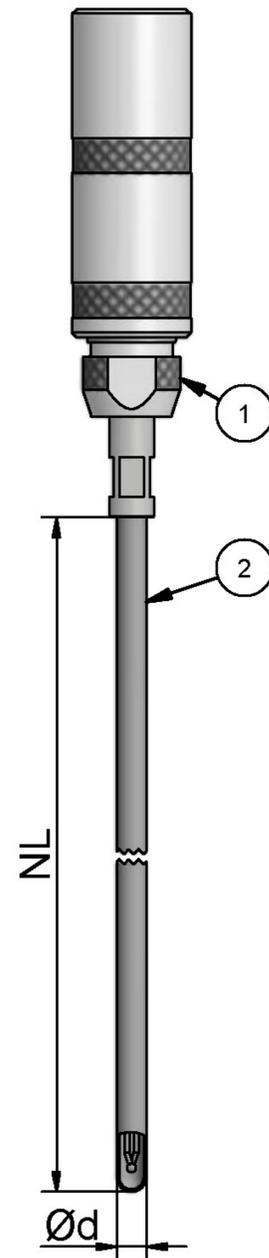

fig. 1
- **Messeinheit** (fig. 1/2) ist ähnlich DIN 43735.
- **Mantelmaterial** (fig. 1/2) Ausführung nach IEC / EN 61515,
- **Temperaturbereich** Steckverbinder (fig. 1/1):